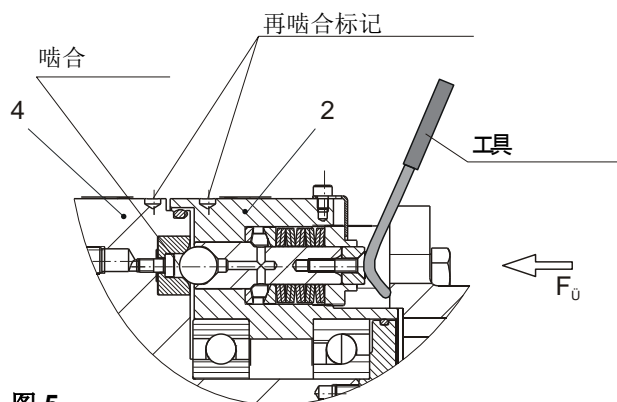

图 5
再啮合 (图 5)
必须校准元件法兰 (2) 和压力法兰 (4) 外直径上的标记孔 (图 5)。
- ☐ 使用合适的工具手动操作 (图 5)。